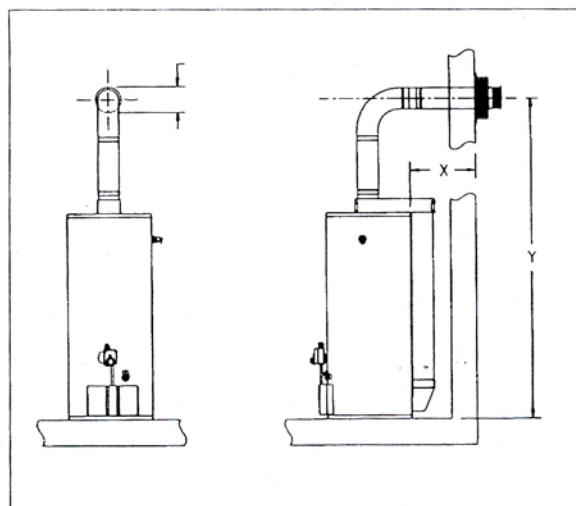
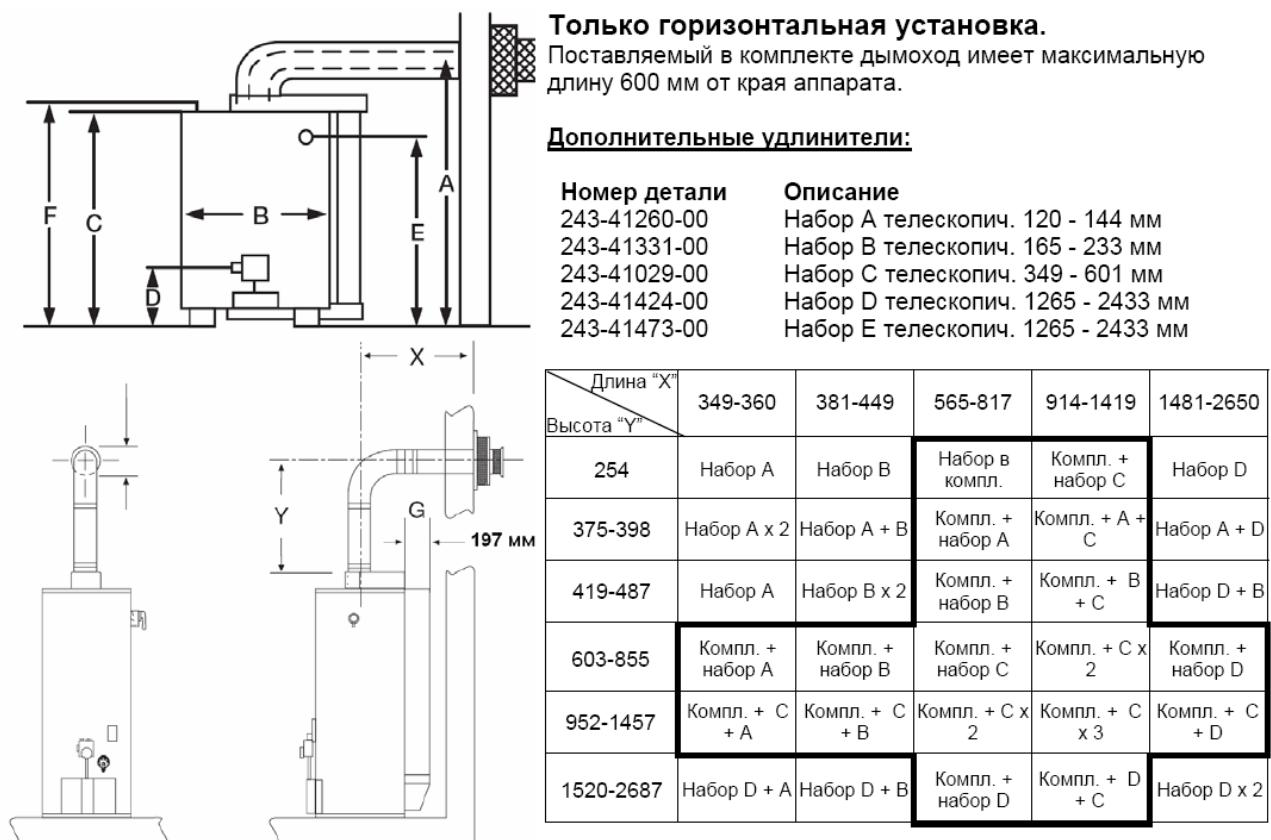

Рис. 4
Рис. 4.1
1. Измерьте высоту "Y" и измерьте расстояние "X" (см. рис. 4). По таблице (см. рис. 4.1) определите необходимый набор труб.
2. Проделайте в стене отверстие диаметром 14 см в том месте, где труба должна пройти сквозь стену (см. рис. 4)